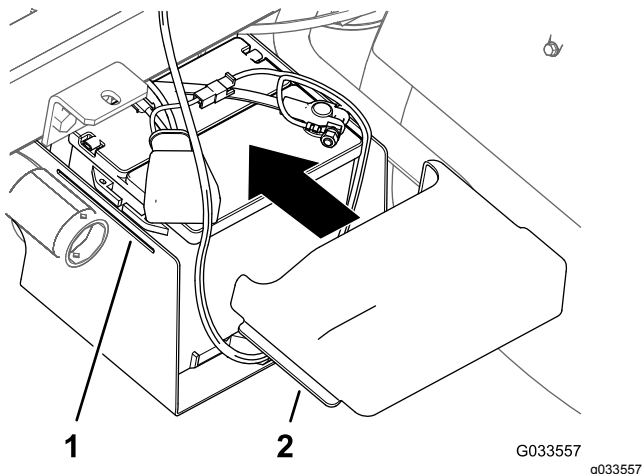

Bild 33
10. Drücken Sie die Seiten der Batterieabdeckung zusammen, fluchten Sie die Nasen der Abdeckung mit den Schlitzen im Batterieunterteil aus, und lassen Sie die Batterieabdeckung los (**Bild 33**).